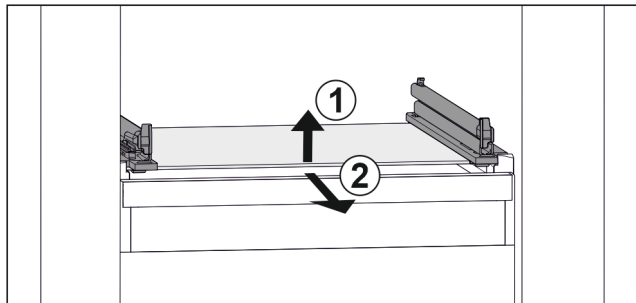

Fig. 63 Príklad zobrazenia sklenenej dosky
- ▶ Nadvihnite sklenenú dosku vpred. Fig. 63 (1)
- ▶ Odoberte sklenenú dosku dopredu. Fig. 63 (2)